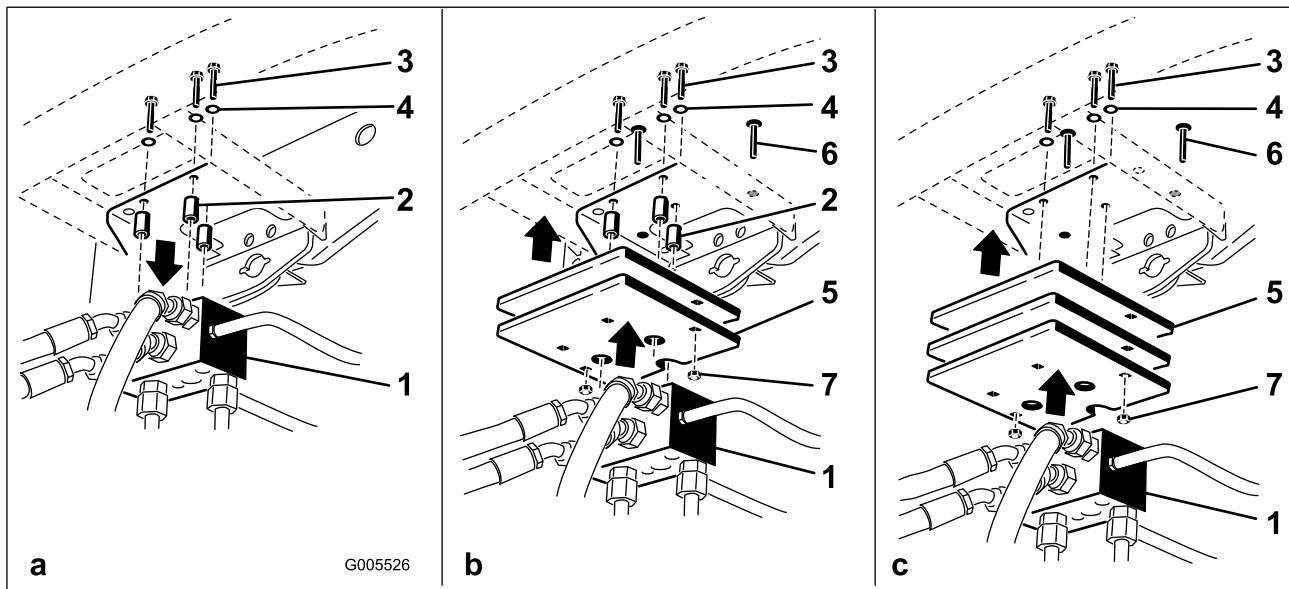

Рисунок 17
На моделях с приводом на четыре колеса используйте следующую процедуру для установки необходимого количества грузов (см. таблицы грузов) в верхней или нижней части заднего бампера, как показано на Рисунок 17.
- Удалите три болта и снимите шайбы с разделителями, прикрепляющими коллектор контура тяги к нижней части заднего бампера (Рисунок 17а).
- Установите груз(ы) и коллектор тяги на бампер с помощью ранее снятых трех болтов, шайб и разделителей (Рисунок 17б).
Примечание: Не используйте разделители, если вы устанавливаете более двух грузов под бампером (Рисунок 17в).
- Прикрепите наружные края груза(ов) к бамперу с помощью двух каретных болтов и гаек (Рисунок 17в).